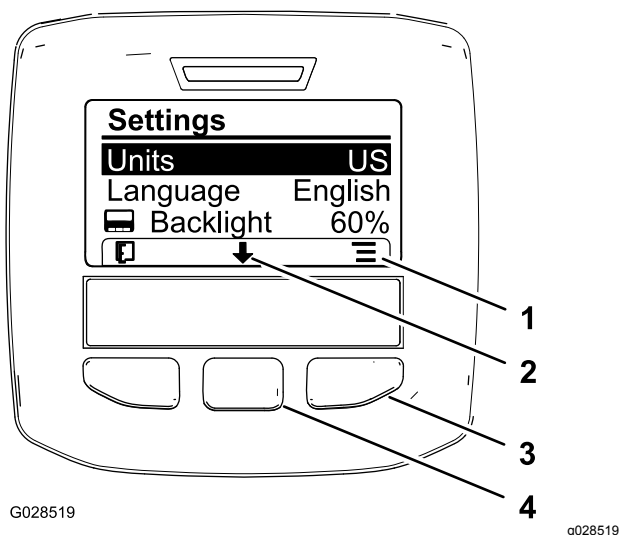

Bild 21
2. Drücken Sie zum Ändern der Maßeinheit die rechte Auswahl Taste, um die aufgeführte Maßeinheit zu ändern (Bild 21).
- Drücken Sie die mittlere Auswahltaste (die Taste unter dem nach unten zeigenden Symbol auf dem Display), um die für das Display verwendete Sprache zu ändern, und die ausgewählte Option auf „Sprache“ zu verschieben (Bild 21).
- Wenn Sie die rechte Auswahltaste (die Taste unter dem Listensymbol auf dem Display) drücken, wird die aufgeführte Sprache, die für das Display verwendet wird, markiert (Bild 21).
- Drücken Sie die linke Auswahltaste, um den Homebildschirm anzuzeigen (Bild 21).